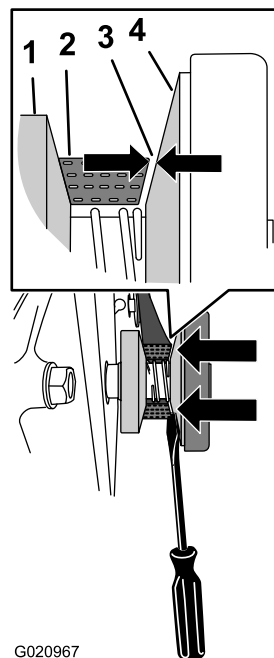

Figura 38
2. Mida la distancia entre la correa y el cono deslizable (Figura 38). Si la distancia es de 0.76 a 1.27 mm (0.03 a 0.05 pulgadas), vaya al paso 6.
5. Cuando la distancia mida de 0.76 a 1.27 mm (0.03 a 0.05 pulgadas) (Figura 38), apriete los pernos y las tuercas que sujetan el motor a la chapa del motor a 18 N-m (13 pies-libra).